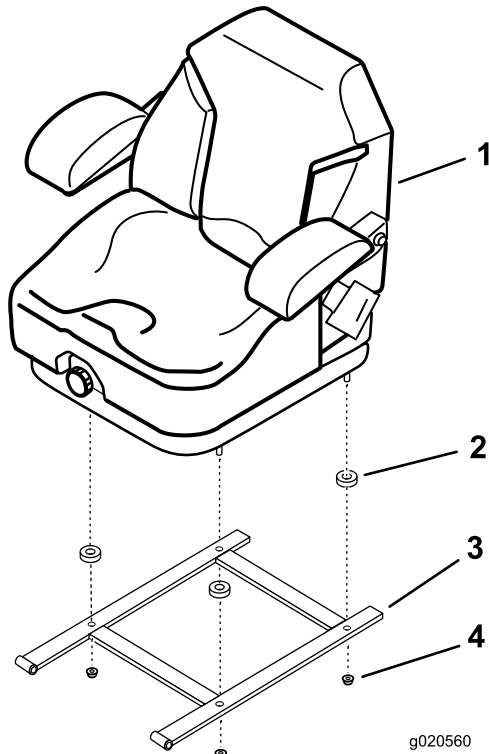

Figure 11
2. Placez une entretoise sur chacun des goujons (Figure 11).